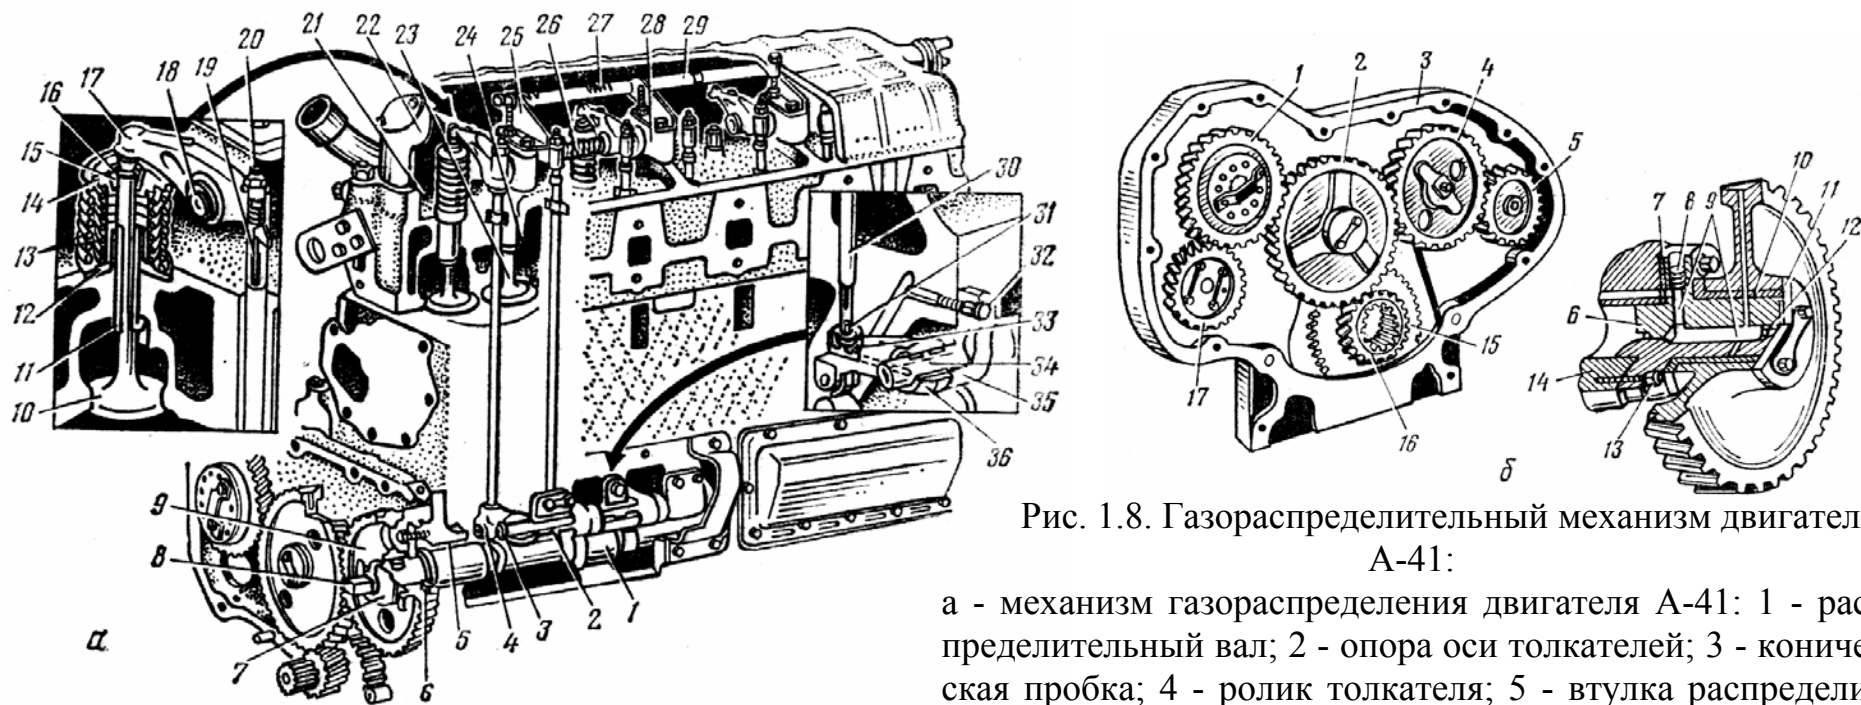

Рис. 1.8. Газораспределительный механизм двигателя А-41:
6. Уясните устройство механизма газораспределения (рис. 1.8, а). Рассмотрите детали клапанного механизма. Запомните: для лучшего наполнения цилиндров свежим зарядом воздуха впускной клапан имеет больший диаметр тарелки, чем выпускной.
Обратите внимание на устройство втулок распределительного вала и их расположение в блок-картере. Уясните конструкцию и расположение распределительных шестерен (рис. 1.8, б).